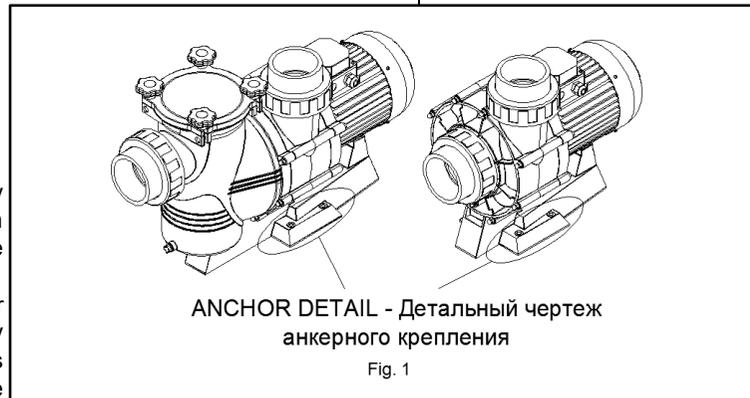

Fig. 1
- All pumps come with a two-drill foot to allow for them to be fixed in the floor by means of an anchor. (Fig. 1).
- Для всех насосов предусмотрены две опоры с просверленными отверстиями, которые фиксируются на несущей площадке при помощи анкерного крепления. (Рис. 1).